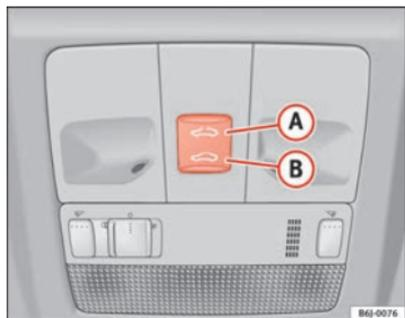

Fig. 49 Tecto panorâmico / deflector
- Prima e mantenha premido o botão **(B)** ⇒ fig. 49 ⇒ **(⚠)**, o tecto realiza o movimento de fecho até que se solte o botão.